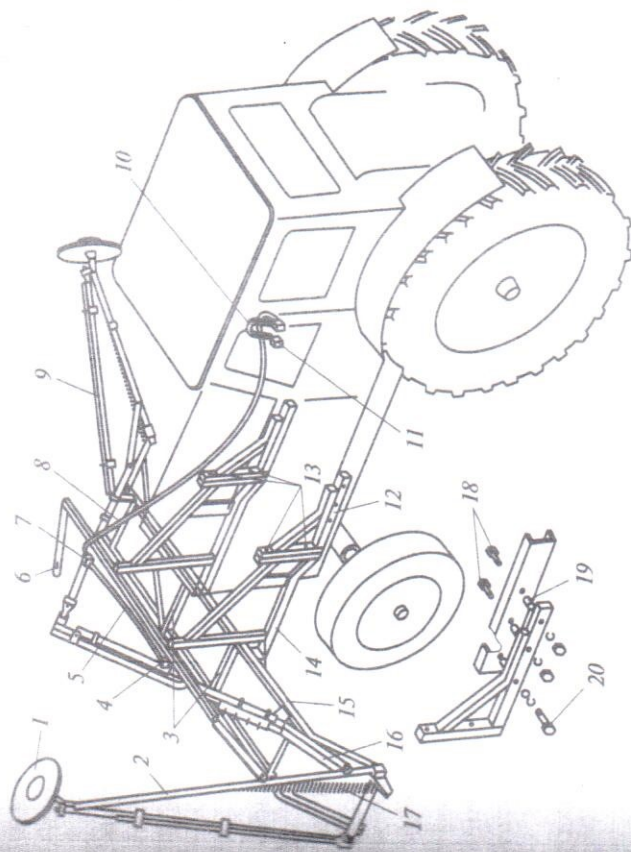
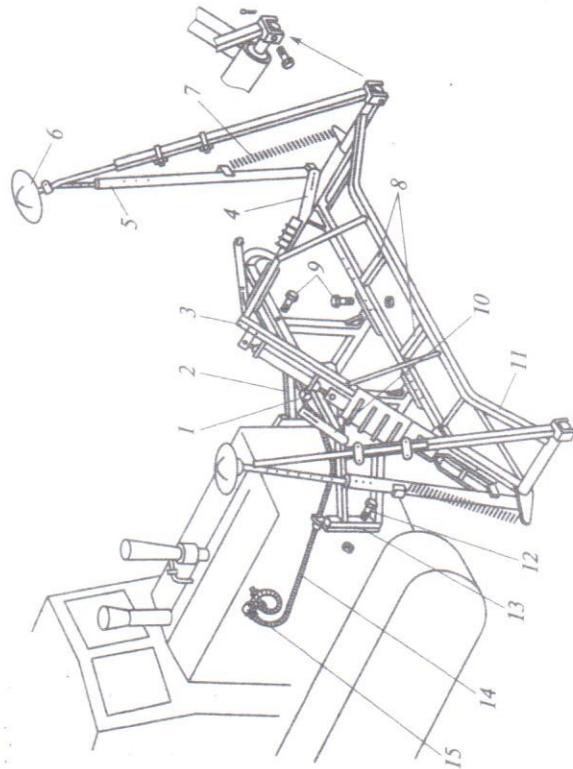

Рис. 12.1. Навеска маркеров на колесный трактор:
Рис. 12.2. Навеска маркеров на тракторы ДТ-75 и ДТ-75М:
4. Навесить на трактор опорные кронштейны маркеров для ра-боты с сажалками СН-4Б и КСМ-4 (маркеры не требуются при посадке в предварительно нарезанные гребни), для чего обе части кронштейнов 12 и 14 (рис. 12.1) соединить между собой болта-ми 13.
3. Навесить на трактор кронштейны маркеров для работы с сажалками СН-4Б или КСМ-4 (при посадке в предварительно нарезанные гребни маркеры не требуются), для чего для навески на тракторы ДТ-75, ДТ-75М или ДТ-75МВ предварительно разрезать кронштейны на две части 12 и 14 (см. рис. 12.1). Переднюю часть 2 (рис. 12.2) привернуть к фланцу 13 трактора двумя болтами 12. Раму 11 маркеров к каждому кронштейну 2 прикрепить болтами 9 в последовательности, указанной для колесного трактора.